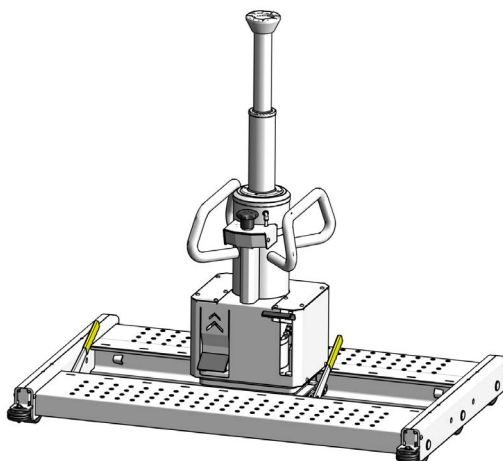

Fig.49
- Skader (*Fig. 49*) og unormalt slid
- Damage (*Fig. 49*), wear and tear
- Schäden (*Fig. 49*) und ungewöhnliche Abnutzung
- Dommages (*Fig. 49*) et usure
- Slitage (*Fig. 49*)
- Vauriot (*Fig. 49*) ja yleinen kuluminen
- Schade (*Fig. 49*) en slijtage
- Daños (*Fig. 49*) y desgaste
- Повреждений (Fig. 49) и износа
- Danni (Fig. 49) e usura